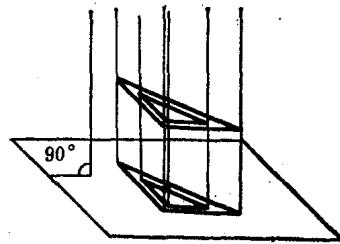

图1-6 正投影
2. 正投影 当投影线互相平行，并与投影面垂直时，物体在投影面上所得的投影，叫做正投影。若把太阳光看作互相平行的光线，在中午照射到地面时，将三角板平放于太阳光下，那么地面上就会出现一个与三角板一样大的影子。这种投影线互相平行且与投影面垂直时，物体在投影面上所得的投影就称为正投影。如图1-6所示。